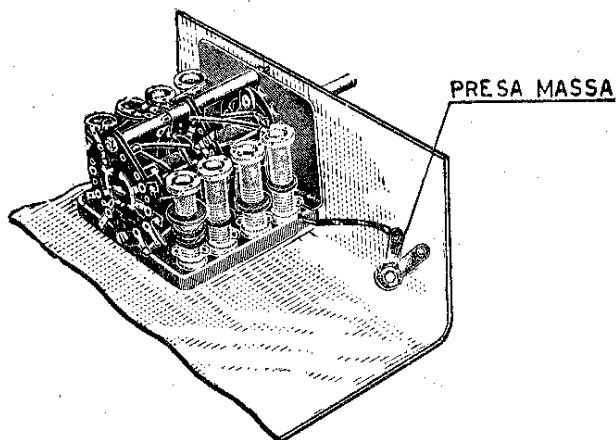

Fig. 89
**236** Il collegamento fra il gruppo AF e la massa, cioè il telaio, non risulta perfetto. E' questo un altro inconveniente che può facilmente verificarsi. Si consiglia, in questi casi, di saldare un conduttore direttamente fra parte metallica del gruppo e parte metallica del telaio (fig. 89).